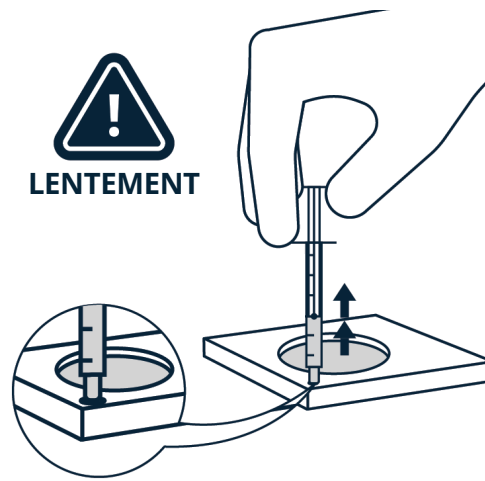

Figure 4. Aspirer lentement entre 1,0 ml et 1,5 ml.
- Insérer une nouvelle seringue de 5 ml dans l'orifice de sortie du dispositif. Aspirer lentement 1,0 ml à 1,5 ml de liquide contenant les spermatozoïdes (Figure 4).